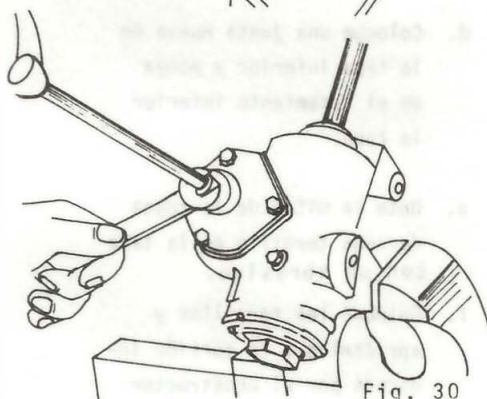

Fig. 30
- m. Apriete el ajustador de juego del sin fin hasta eliminar todo el juego del eje del sin fin (fig. 30).